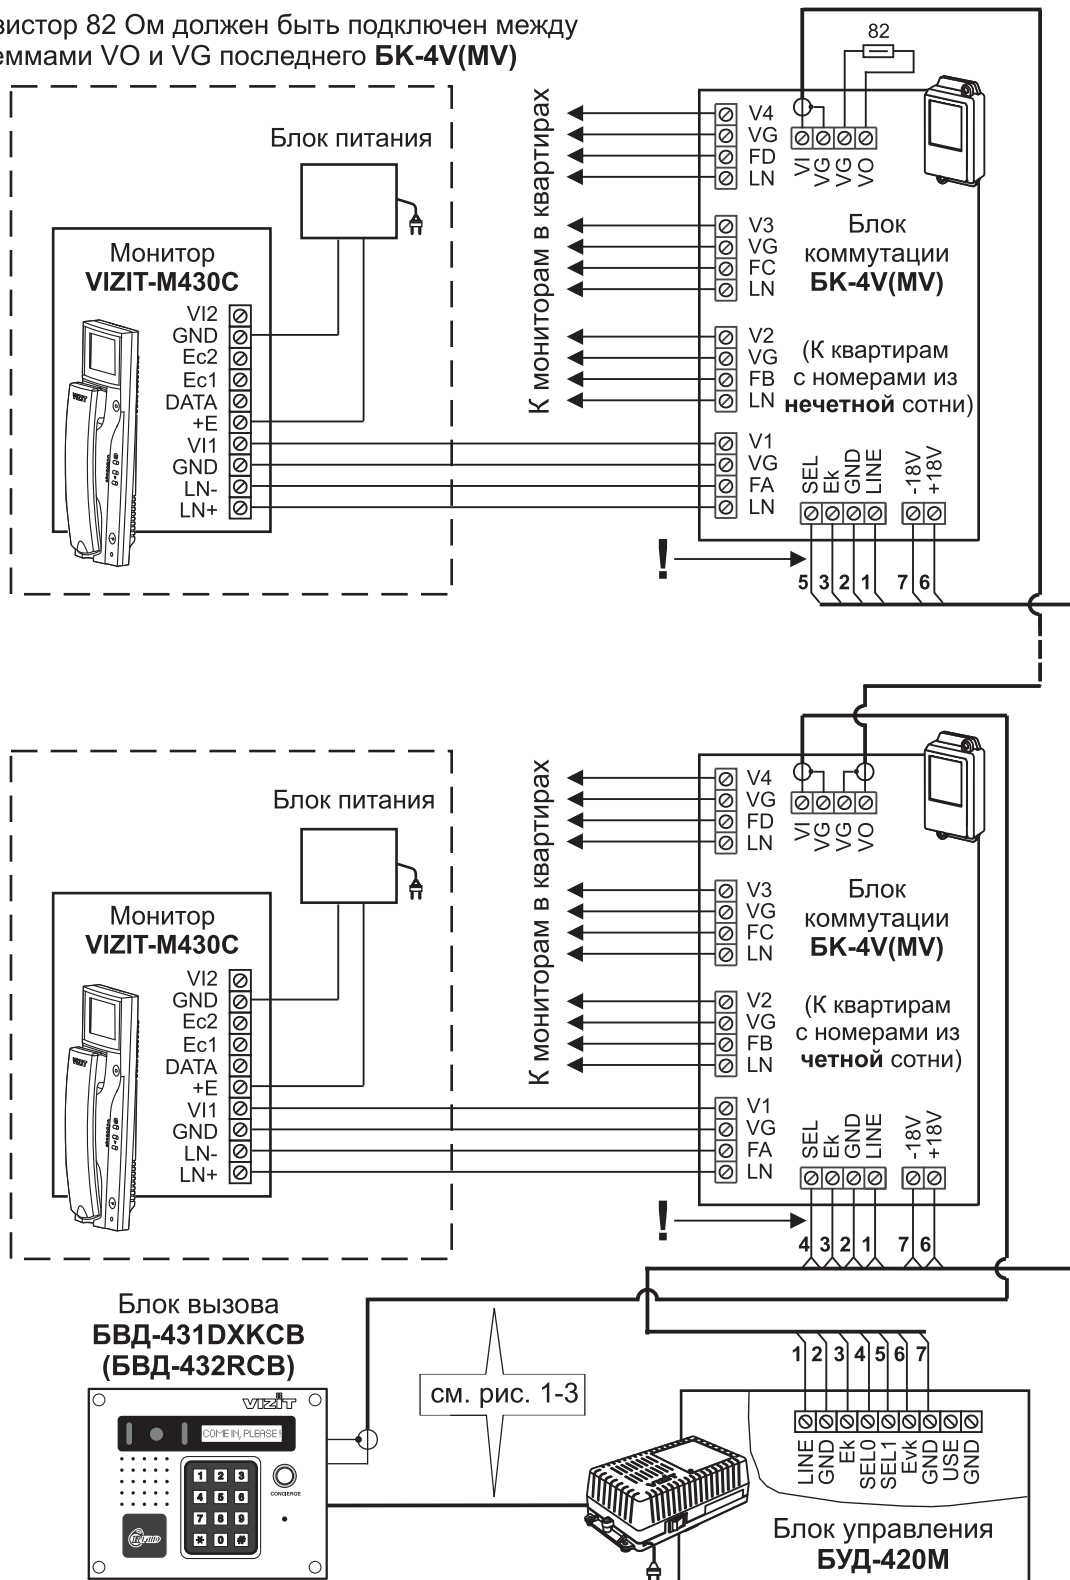

Рисунок 4 - Схема соединений блока управления **БУД-420M** с монитором **VIZIT-M430C** и блоком коммутации **БК-4V(MV)** в составе 200 квартирного видеодомофона
Магистральную линию видеосигнала между блоком вызова и блоками коммутации следует выполнять коаксиальным кабелем. К клеммам VO и VG последнего блока коммутации БК-4V(MV) или разветвителя видеосигналов PBC-4 необходимо подключить резистор 82 Ом (см. рисунок 4).